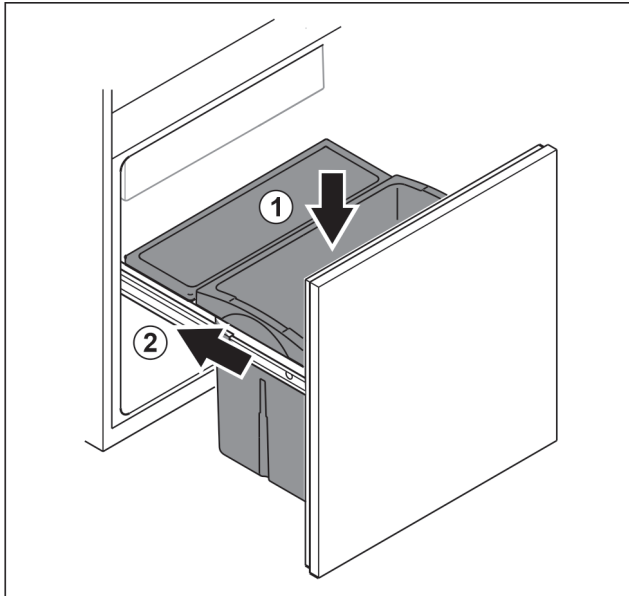

Fig. 101
- ▶ Lade vanaf de bovenkant plaatsen. Fig. 101 (1)
- ▶ Lade erin schuiven. Fig. 101 (2)